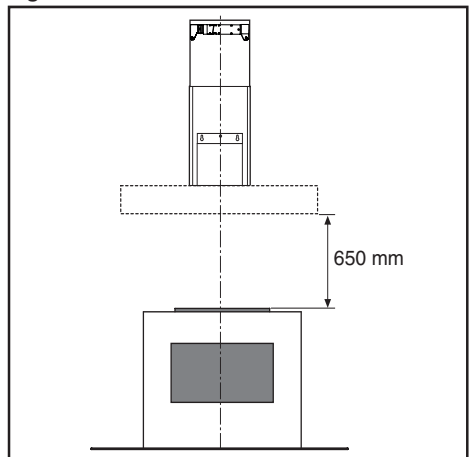
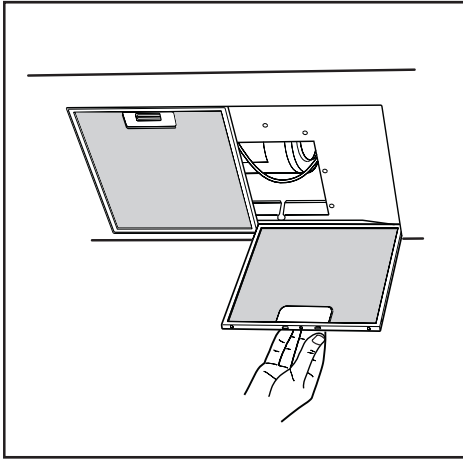

Fig.5
Fig.6
- La distanza minima fra la superficie di supporto dei recipienti di cottura sul dispositivo di cottura e la parte più bassa della cappa da cucina deve essere di almeno 65 cm (Fig.5). Se dovesse essere usato un tubo di connessione composto di due o più parti, la parte superiore deve essere all'esterno di quella inferiore. Non collegare lo scarico della cappa ad un condotto in cui circoli aria calda o utilizzato per evacuare fumi degli apparecchi alimentati da un'energia diversa da quella elettrica. Prima di procedere alle operazioni di montaggio, per una più facile manovrabilità dell'apparecchio disinserire i filtro/i antigrasso (Fig.6). -Nel caso di montaggio dell'apparecchio in versione aspirante predisporre il foro di evacuazione aria.